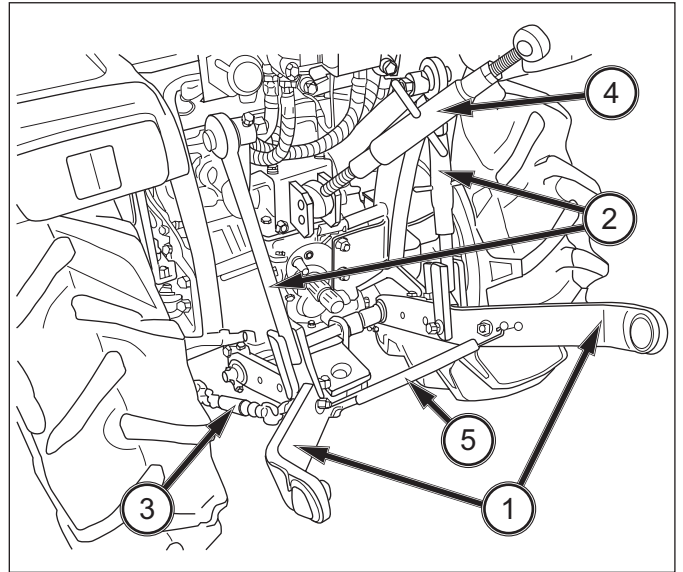

ABB. 87
ABB. 87: Der Drehgriff für die Absenkgeschwindigkeit (2) steuert den Hydraulikölfluss und regelt so die Absenkgeschwindigkeit des Hubwerks und Anbaugeräts. Durch Drehen des Griffs im Uhrzeigersinn verringert sich die Absenkgeschwindigkeit; durch Drehen gegen den Uhrzeigersinn erhöht sich die Absenkgeschwindigkeit. Wird der Griff bis zum Anschlag im Uhrzeigersinn gedreht, wird das Anbaugerät in angehobener Position arretiert.